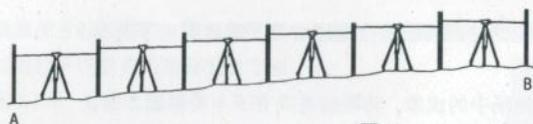

图 6
4.1.5 当 A、B 两点之间距离长或者高差大时，则应分为若干个区间进行测量（如图 6 所示）。